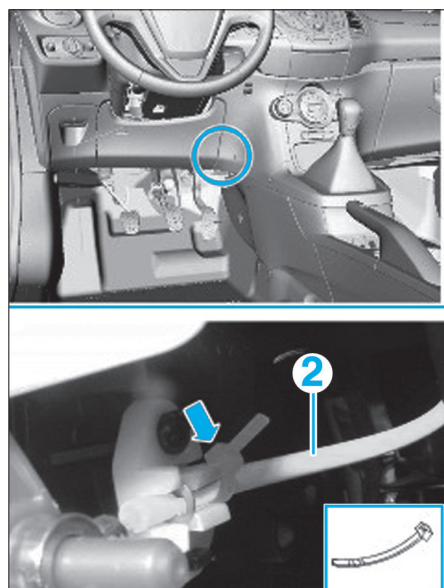

Fig. 22
- A l'aide d'un collier plastique (flèche), attacher le câble (2) (Fig.22).